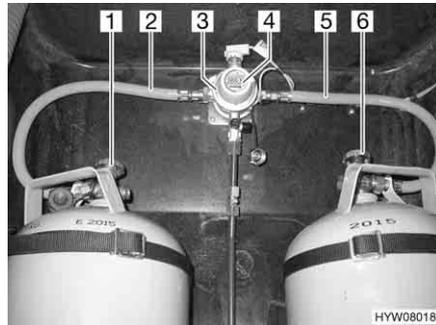
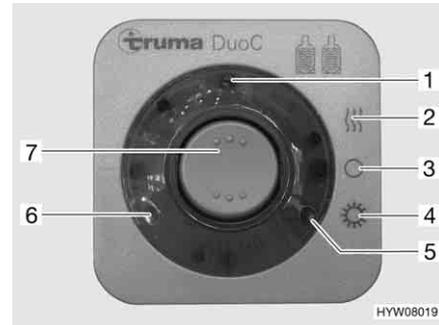

Fig. 111 Instalación de conmutación DuoControl
Fig. 112 Unidad de mando
La instalación de conmutación DuoControl se compone de una válvula selectora (Fig. 111,3) y la unidad de mando (Fig. 112). La válvula selectora está montada entre las gomas del gas (Fig. 111,2 y 5). Con el botón giratorio (Fig. 111,4) en la válvula selectora se puede determinar cuál de las bombonas de gas se utilizará como bombona de servicio y cuál bombona de gas como bombona de reserva.
En la unidad de mando (Fig. 112) únicamente pueden conmutarse las funciones eléctricas. Las llaves de paso principales de las bombonas de gas (Fig. 111,1 y 6) deben abrirse a mano.
La válvula selectora garantiza una presión de gas constante independientemente de cuál sea la bombona de gas que suministre el gas. Las dos luces de control en la unidad de mando indican el nivel de llenado de la bombona de servicio. Al estar encendida la luz de control verde (Fig. 112,6), estará llena la bombona de servicio. Al estar encendida la luz de control roja (Fig. 112,5), estará vacía la bombona de servicio. Entonces, el suministro de gas se realizará a través de la bombona de reserva.
- Abrir las llaves de paso principales en las bombonas de gas (Fig. 111,1 y 6).
- Con el botón giratorio (Fig. 111,4) en la válvula selectora (Fig. 111,3), seleccionar la bombona de gas de la que habrá de tomarse el gas principalmente (bombona de servicio). Girar el botón giratorio siempre hasta el tope.
- Conectar la instalación de conmutación DuoControl en la unidad de mando (Fig. 112). Para ello, ajustar el interruptor basculante (Fig. 112,7) en modo de invierno "On y calentar" (Fig. 112,2) o en modo de verano "On" (Fig. 112,4). Ahora, estará purgada de aire la válvula selectora. La luz de control amarilla (Fig. 112,1) estará encendida al haber seleccionado el modo de invierno y estando conectado el deshelador de regulador.
- Poner el interruptor basculante (Fig. 112,7) en "O" (Fig. 112,3). La luz de control amarilla (Fig. 112,1) se apaga.
- Cerrar las llaves de paso principales en las bombonas de gas (Fig. 111,1 y 6).
Indicación a distancia Las luces de control en la unidad de mando (Fig. 112,5 y 6) señalizan en el interior del vehículo si la bombona de servicio está dispuesta para el funcionamiento.
Cambio de bombonas de gas En caso de que luz de control verde (Fig. 112,6) se apague durante el servicio y se encienda la luz de control roja (Fig. 112,5), estará vacía la bombona de gas seleccionada como bombona de servicio y deberá ser cambiada. La bombona de reserva seguirá suministrando gas a los consumidores de gas.